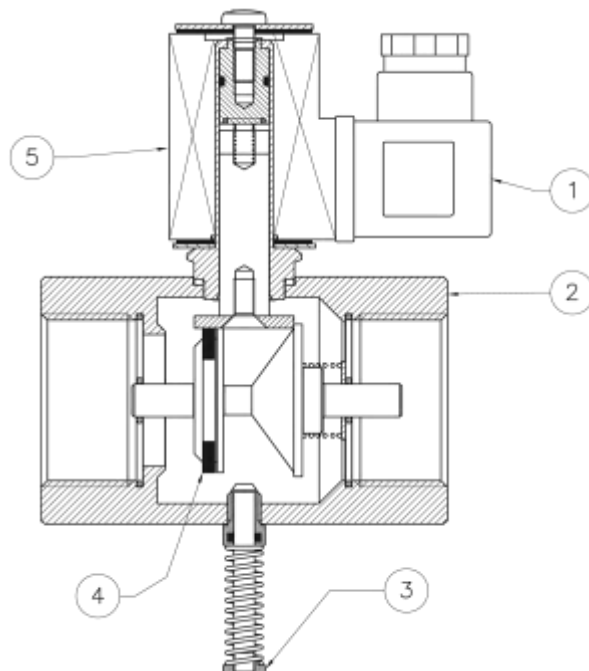

Рис. 3
Клапан (Рис. 3) состоит из: электрический коннектор (1); корпус (2); ручка механизма взвода (3); уплотняющая прокладка (4); соленоид (5).
Клапан (Рис. 3) состоит из: стержень механизма возврата (1); уплотнительное кольцо (2); корпус (3); уплотняющая прокладка (4); верхнее уплотнительное кольцо (5); винты крепления (6); крышка (7); латунный блок (8); электрический контакт (9); электрическая обмотка (10); затвор (11).